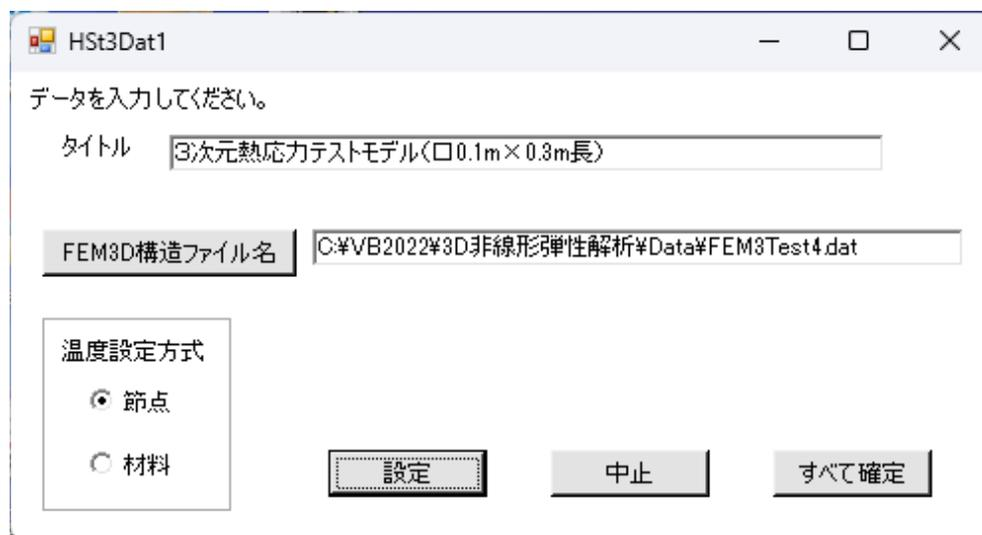

図5-2 データ仕様入力画面
サブメニューの「データ入力・修正」を選択すると、図5-2のデータ仕様入力画面となります。同図では図3-4のテストモデルを取り上げており、以降も同じです。本画面の入力について、以下に補足説明します。
- ①材料毎に、初期温度と負荷温度を入力します。
- ②すべての材料温度データを入力し終わったら、「設定」ボタンをクリックして図5-2のデータ仕様入力画面に戻ります。